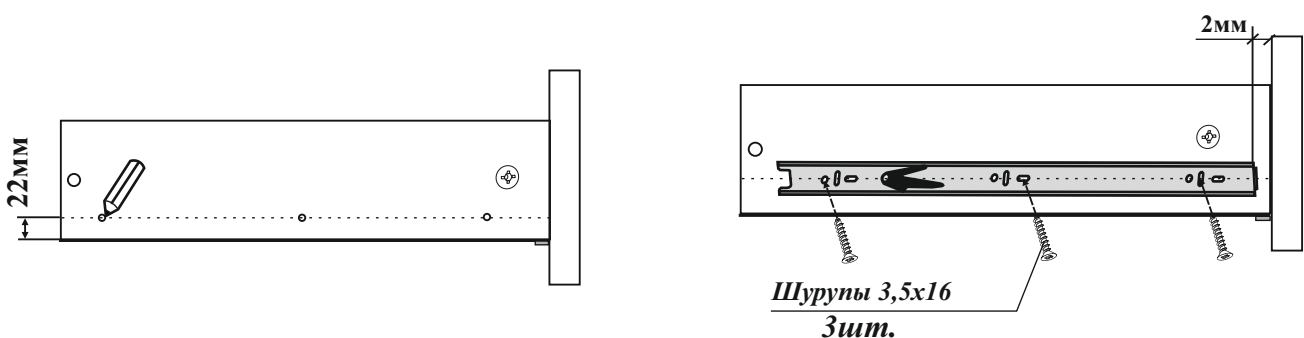

Рис.9
1. Провести линию карандашом на боковых стенках ящиков (левых, поз.7 (4 шт) и правых, поз.8 (4 шт), соединив существующие накладки видимой линией (см. рис.9)
2. Приложить направляющую к каждой боковой стенке ящика так, чтобы центры отверстий направляющей совпали с линией на боковой стенке ящика, выдержав размеры, показанные на рис.9
3. Крепить направляющие к каждой боковой стенке ящика шурупами 3,5x16 (поз.23) – 3 шт (см. рис.9).